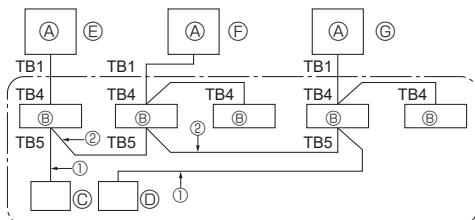

Fig. 9-1
9. Contrôle du système (Fig. 9-1)
⑤ SW 1 - 3 ~ 6	ON		(A) Appareil extérieur